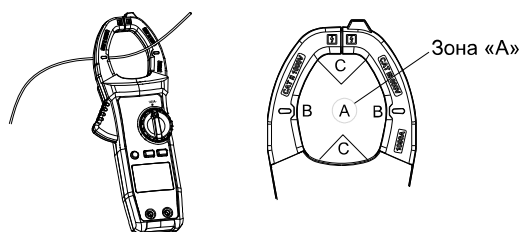

Рис. 3 Измерение силы переменного тока
- 1) Установите переключатель в режим измерения переменного тока и нажмите кнопку, раскрывающую клещи. Обхватите клещами проводник, который нужно измерить, затем медленно полностью закройте клещи. Убедитесь, что измеряемый проводник находится между жимами по центру (см. рис. 3). Проводите измерения только на одном проводнике, измерение на двух и более проводниках приведет к некорректным результатам.
- Убедитесь, что измеряемый проводник находится в центре пространства между зажимами (как на Рис. 3 – зона А), в противном случае возможна дополнительная ошибка в показаниях до $\pm 2,0\%$ (зоны В и С).